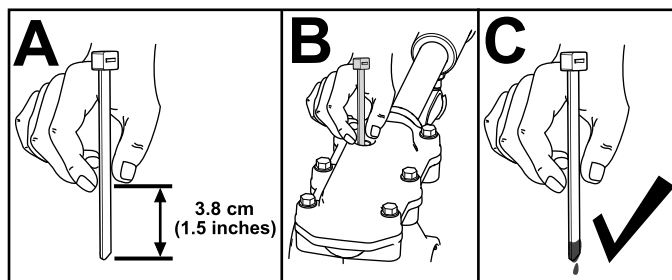

Рисунок 39
3. Проверьте уровень масла, используя подходящее приспособление для измерения, такое как чистая кабельная стяжка. Уровень масла должен находиться приблизительно на 3,8 см ниже отверстия заливной горловины (Рисунок 39).